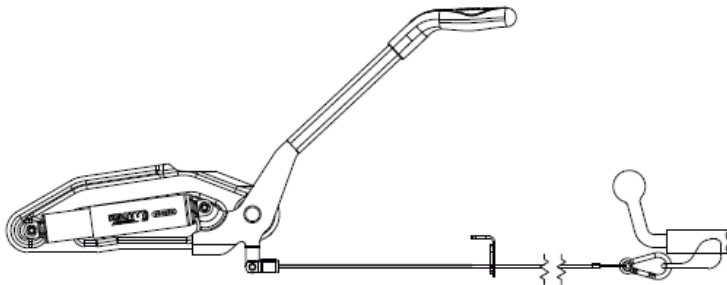

Abb. 1. Korrekte Montage der Sicherheitsleine
Der Anhänger muss mit einer Kugelkopfkupplung an der Anhängerkupplung des Fahrzeugs angehängt werden. Eine Beschreibung, wie der Anhänger an die Anhängerkupplung Ihres Fahrzeugs angehängt wird, finden Sie in Abschnitt 2.7 dieser Gebrauchsanweisung. Die Anhänger sind mit einer Notleine ausgestattet, die ordnungsgemäß an der Anhängerkupplung befestigt werden muss (Abb. 1). Denken Sie auch daran, den Stecker der elektrischen Anlage des Anhängers an die Steckdose des Fahrzeugs anzuschließen.
- Die Leine muss wie in Abb.1 gezeigt an der Anhängervorrichtung befestigt werden.